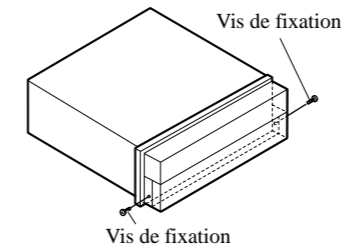

Fig. 16
- **Fixez le panneau avant à l'appareil en utilisant les vis de maintien après avoir déposé le panneau avant. (Fig. 16)**